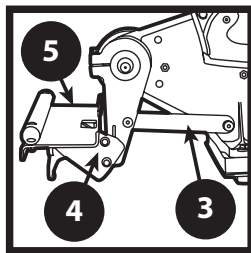

FIGURA 4
5. Con ayuda de una llave Allen de 3/16", quite dos tornillos del bloque de montaje del brazo de soporte de la mesa y fije la mesa de soporte de la cuchilla cortadora. Ajuste bien y asegúrese de colocar las arandelas en el exterior del soporte de la mesa de soporte de la cuchilla cortadora. (Figura 4)